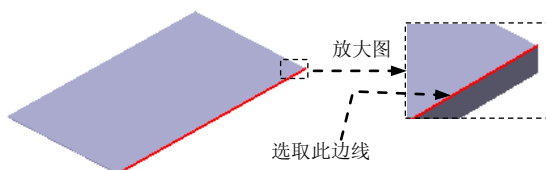

图 8.9.6 定义附着边
(1) 选择命令。单击“主页”功能选项卡“钣金”工具栏中的“弯边”按钮.
(2) 定义附着边。选取图 8.9.6 所示的模型边线为附着边。